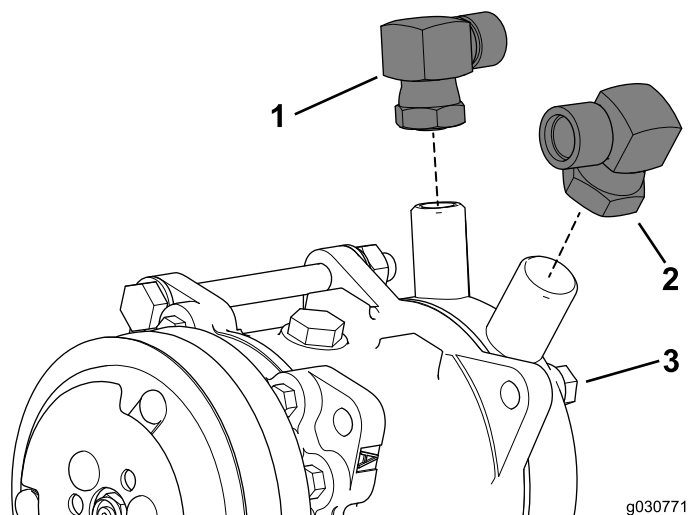

図 41
1. エアコン用ポンプの低圧側吸入側ポートに90度フィッティング7/8 インチを取り付ける 図 41。
3. エアコン用ポンプの高圧側吐出側ポートに90度フィッティング3/4 インチを取り付ける 図 41。